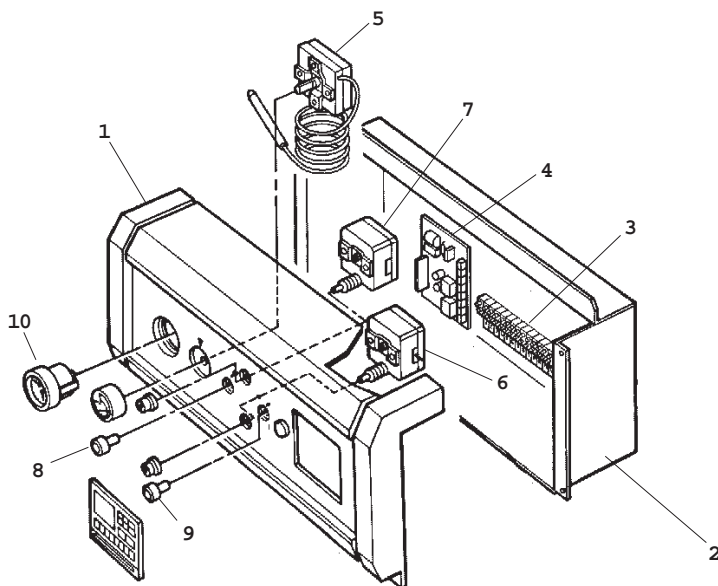

Рис. 6
Внимание: необходимо соблюдать осторожность с электроуправлением контроля пламени (дет. 4 рис. 6) или с его соединениями.
4.03 Вид панели (рис. 6)